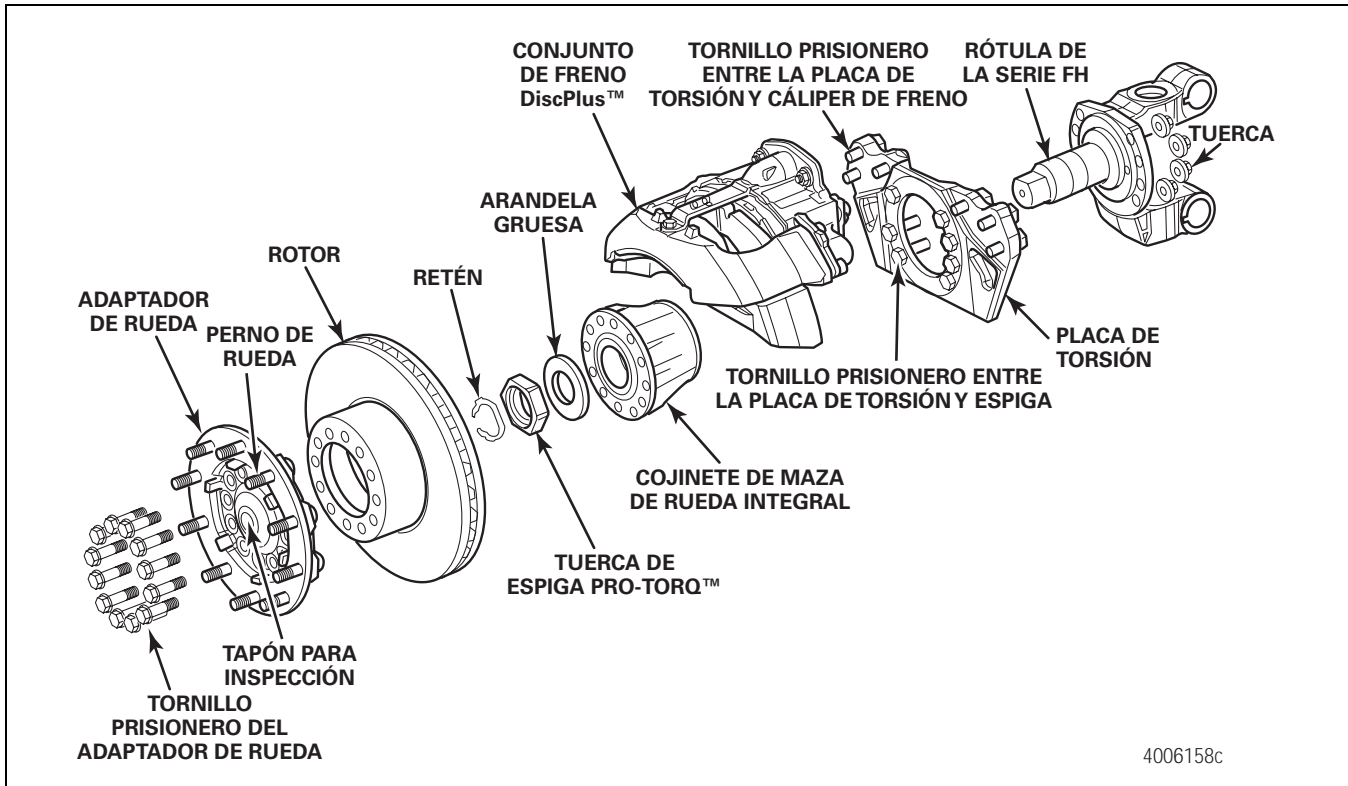

Figura 6.12
4. Instale el cojinete de maza de rueda integral en la espiga de la rótula. Tenga cuidado de no dañar el anillo "O" contra las roscas de la espiga. Figura 6.12.